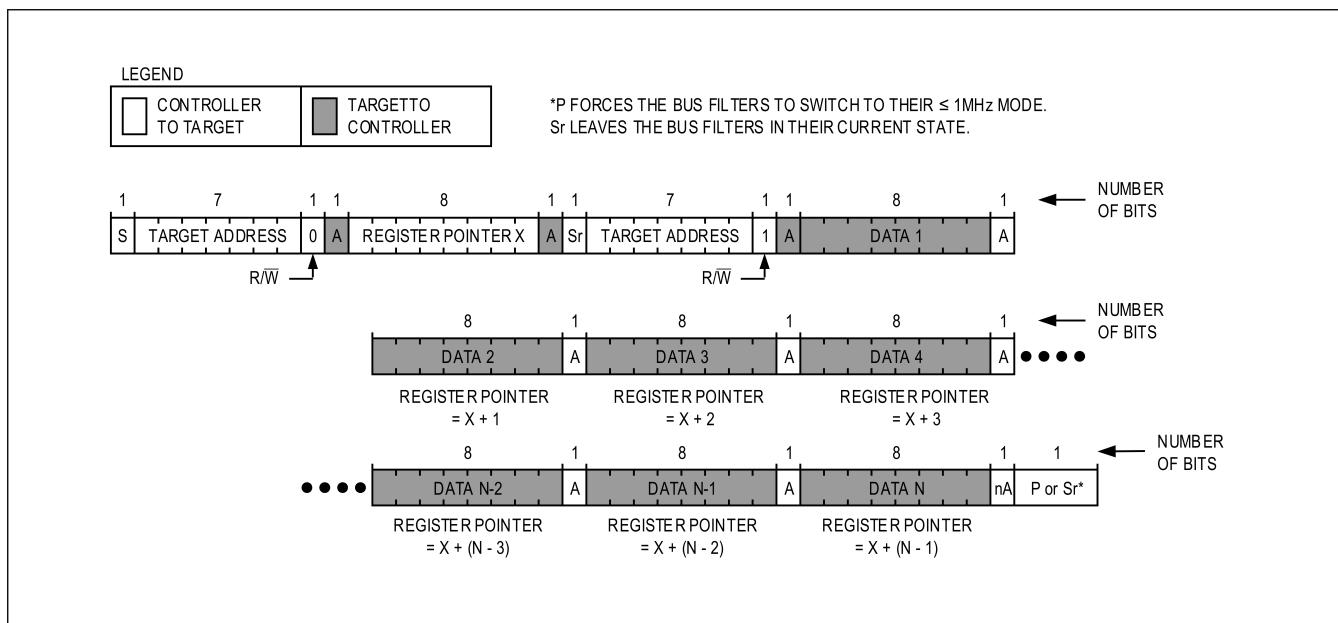

図 15. 連続したレジスタからの読み出し
図 15 に、連続する複数レジスタからの読み出しプロトコルを示します。このプロトコルは「バイト読み出し」プロトコルに似ていますが、コントローラ・デバイスが更に多くのターゲット・デバイスのデータを求めていることを示すために ACKNOWLEDGE (A) を発行する点が異なります。コントローラ・デバイスが必要とするデータを全て受信すると、NOT-ACKNOWLEDGE (nA) とストップ・コンディション (P) を発行して転送を終了します。